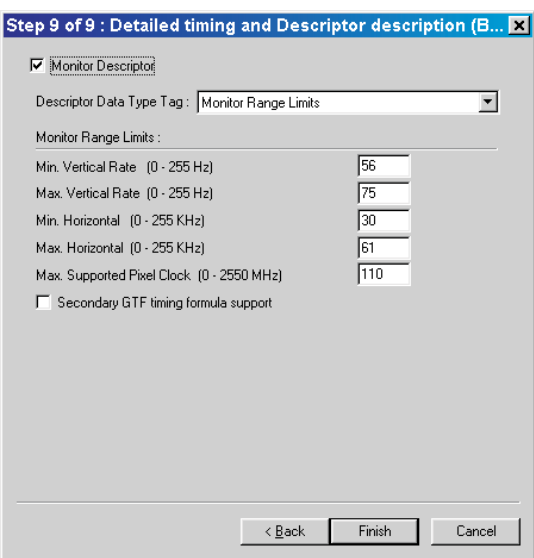

Fig. 26
8. Click **Next** , bring up Fig. 26.